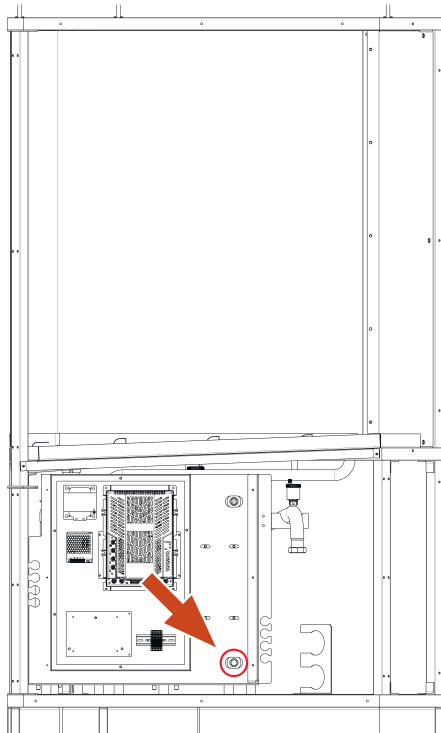

Abb. 15: Wärmepumpe hydraulisch entleeren
- ▶ Restliches Wasser in der Wärmepumpe am dafür vorgesehenen KFE-Hahn entleeren → siehe Abb. 15